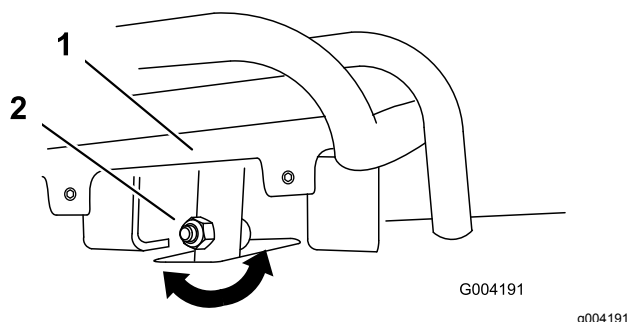
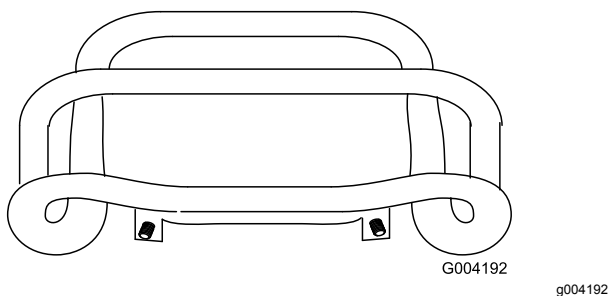

Figura 49
Figura 50
imbullonate lo stelo del comando della trazione (Figura 49).
5. Regolate il comando della trazione in modo che rimanga a filo con la barra di riferimento quando viene tirato all'indietro (Figura 49 e Figura 50).
- C. Allentate il dado flangiato e il bullone nello stelo del comando della trazione (Figura 49).
- I. Regolate il comando della trazione in modo che rimanga a filo con la barra di riferimento quando viene tirato all'indietro (Figura 49 e Figura 50).